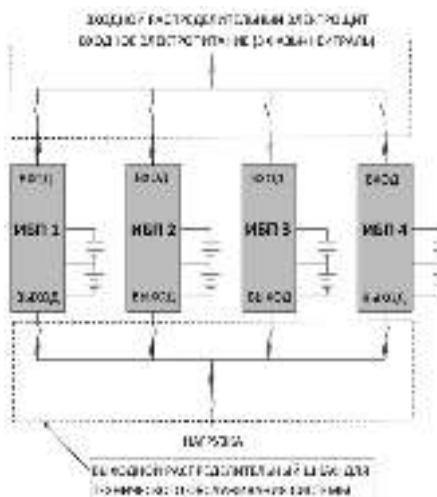
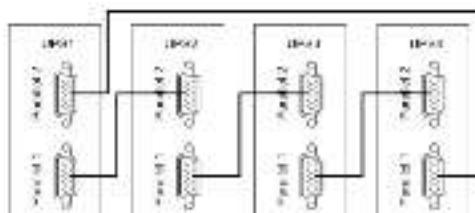

Рисунок 24 — Пример схемы подключения четырех изделий в систему параллельного резервирования с выходным распределительным шкафом.
Рисунок 25 — Схема соединения изделий в «кольцо» через параллельные порты
Изделие имеет встроенный параллельный контроллер и может работать в системе бесперебойного питания с параллельным резервированием (см. рисунок 24 и рисунок 25). Целью такой системы является либо повышение надежности (резервирование), либо увеличение общей выходной мощности (масштабирование). При исправности всех соединенных параллельно изделий (от двух до четырех) нагрузка равномерно распределяется между ними, а в случае выхода из строя одного из изделий — перераспределяется между исправными изделиями, неисправное изделие отключается от системы.
Установите дополнительные внешние выходные выключатели (см. рисунок 24) между выходными клеммами каждого изделия и общими шинами, тщательно соблюдая фазировку.
- отключите входное сетевое питания каждого изделия. Убедитесь в том, что все внешние выключатели разомкнуты (см. рисунок 24);
- Убедитесь в том, что все подключения входных/выходных проводов и последовательность фаз входных проводов выполнены правильно (см. раздел «ПАРАЛЛЕЛЬНОЕ ПОДКЛЮЧЕНИЕ ИЗДЕЛИЙ»). Установите автоматический выключатель АКБ (SF) (или выключатель группы предохранителей, при их использовании) в выключенное положение. Измерьте напряжение на положительной и отрицательной группах батарей. Убедитесь в том, что напряжение на клеммах обеих групп батарей в норме.
- Подайте трехфазное сетевое напряжение от распределительного щита питающей линии на все изделия (см. рисунок 24).